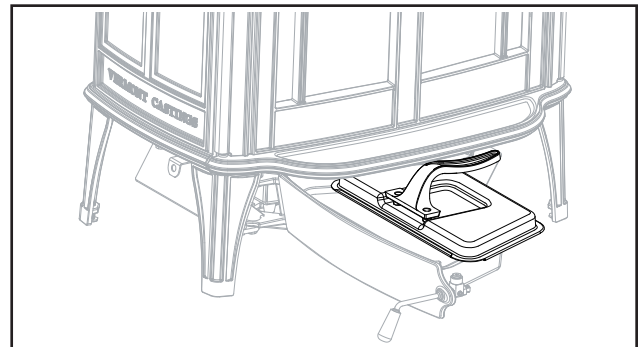

図2.9 灰受け皿を取り除く前に、カバーがしっかりとまわっているか確認してください。
- ・灰受け皿の上にカバーをスライドさせて乗せ、しっかりと閉まっていることを確認してください(図2.9)